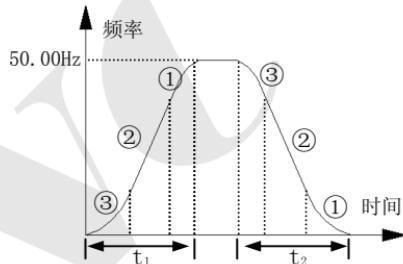

图 7-2 S 曲线加减速
1: S 曲线加减速方式。输出频率按照 S 形曲线递增或递减,如图 7-2 所示。
S 曲线起始段时间如图 7-2③所示,输出频率变化的斜率从 0 逐渐递增。
S 曲线上升段时间如图 7-2②所示,输出频率变化的斜率恒定。
S 曲线结束段时间如图 7-2①所示,输出频率变化的斜率逐渐递减到 0。